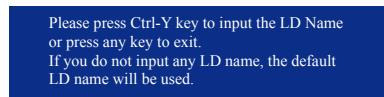

图6
5. 设定完成之后，按下<Ctrl>+<Y>键储存设定值后将出现如图6的画面。按下<Ctrl>+<Y>键自行设定磁盘阵列名称，若无输入，将自动使用预设的名称。